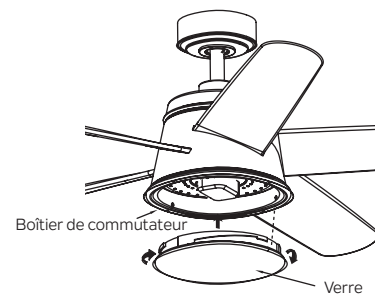

Fig. 22
Étape 2. Fixez le verre au boîtier de l'interrupteur en le tournant dans le sens des aiguilles d'une montre, tournez le verre progressivement jusqu'à ce qu'il s'enclenche sur le boîtier de l'interrupteur. Ne pas trop serrer. (Fig. 22)